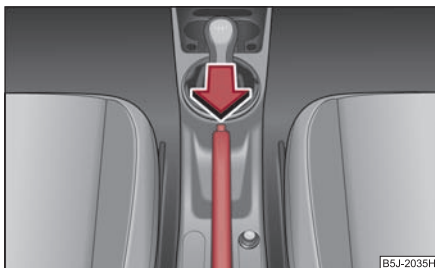

Fig. 126 Consola centrală:
- Acționați maneta frânei de staționare puțin în sus și **în același timp** apăsați butonul de blocare ⇒ fig. 126.